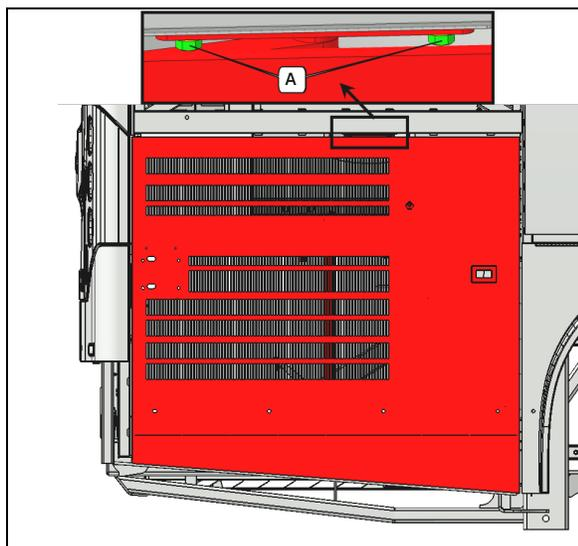

Figure 114:
- S'assurer que les boulons A sont serrés (Figure 114:).